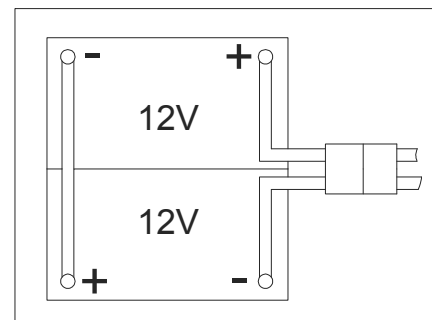

Figura 3
Pentru mașină sunt necesare 2 baterii de 12 V, conectate conform diagramei (Figura 3).
11. Deschideți capacul rezervorului de apă recuperată (1) și verificați ca rezervorul de apă recuperată (25) să fie gol; dacă nu este, goliți-l cu ajutorul furtunului de scurgere. (22)
12. Închideți capacul rezervorului de apă recuperată (1).
13. Răsturnați rezervorul de apă recuperată (25) cu atenție.
15. Pozați și instalați cablul bateriei ca în (Figura 3), apoi strângeți cu grijă piulița de la fiecare bornă a bateriei.
16. Puneți capacul de protecție pe fiecare bornă, apoi conectați conectorul bateriei (38).
17. Readuceți, cu grijă, pe poziție rezervorul de apă recuperată (25).